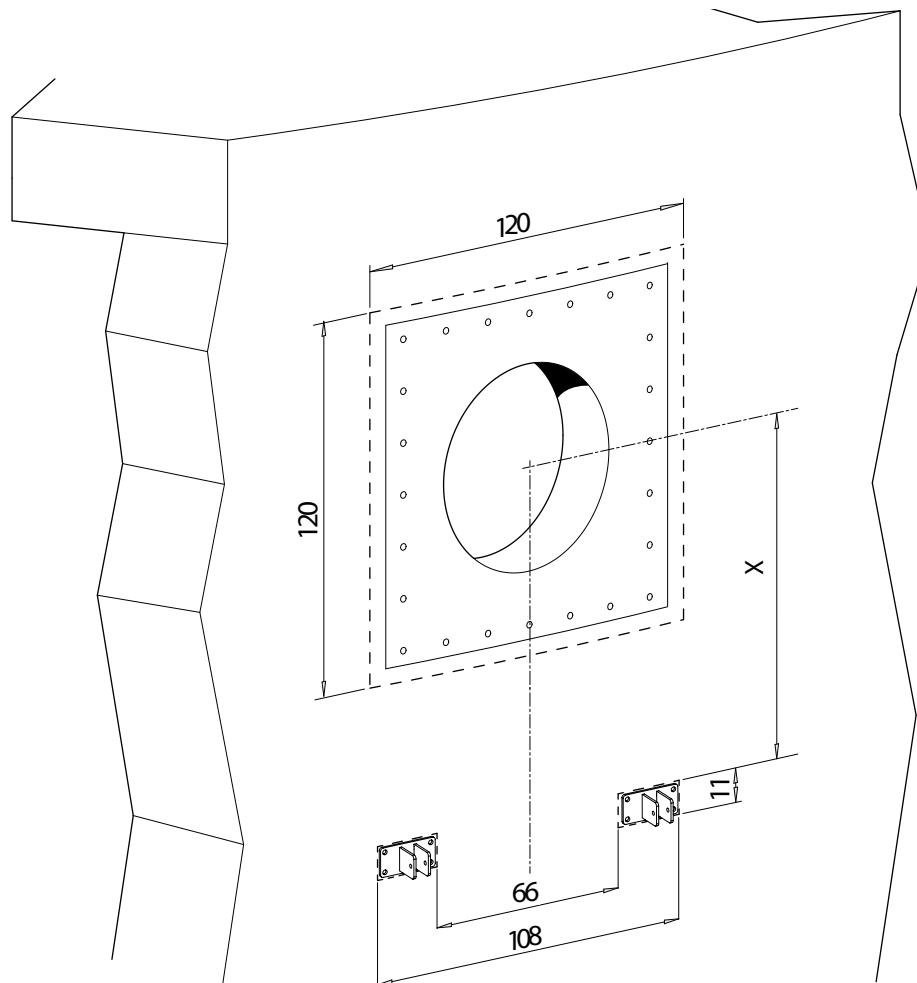

Fig. 7: Emplacement de montage de la plaque d'étanchéité standard et de la fixation murale du bras de guidage (dimensions données en cm)
- Tenir les zones indiquées dans Fig. 7 exempte de l'habillage et/ou de matériau isolant.